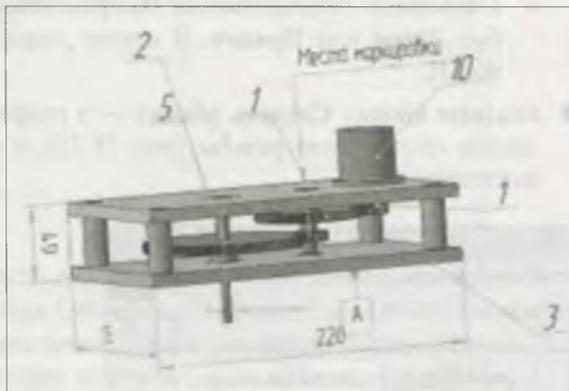

Рис. 28.20. Модель Редуктор с обозначением позиций
- ◆ для фиксации обозначения нажмите кнопку **Создать объект** — в графической области появится линия выноска, а в **Дереве** модели ее пиктограмма. Если необходимо, поставьте следующие позиции (рис. 28.20). Для завершения работы с командой нажмите кнопку **Завершить**.